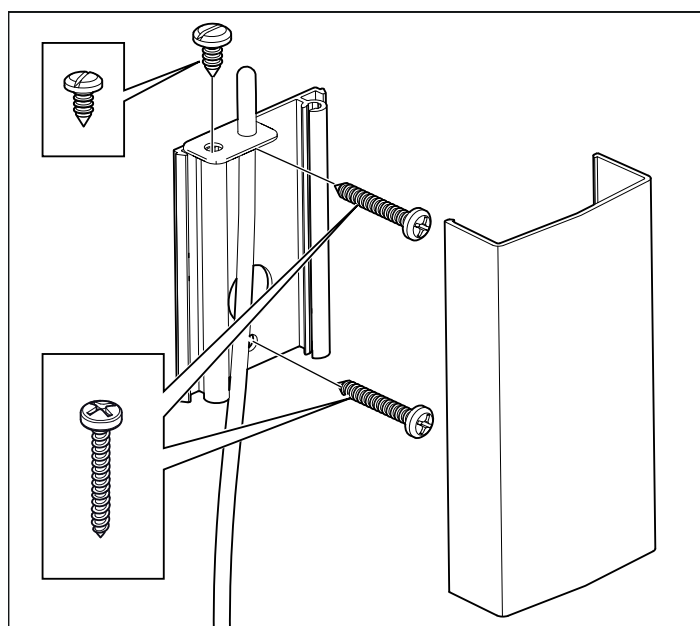
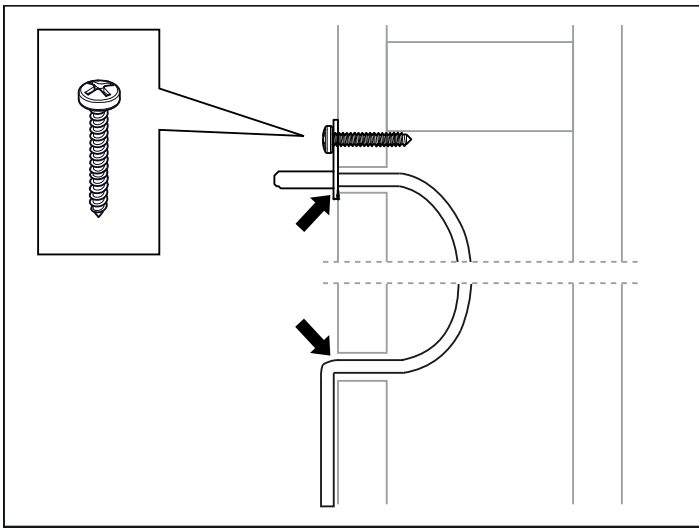

Fig 14: Montering av sensorn
Fig 15: Täta eventuella hål
13. Montera sensorn på väggen se Fig 14. Termistorledningen kan även dras igenom väggen. Täta eventuella hål i väggen bakom sensorn, se Fig 15, sidan 5 Termistorledningen kan förlängas utanför bastun med svagströmsledning (2-ledare).